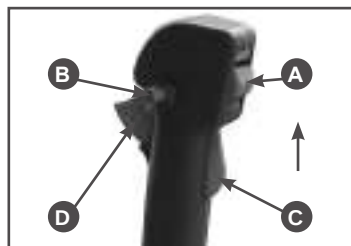

Рис. 9 Рукоятка управления
4. Установите выключатель зажигания А в верхнее положение (Рис. 9).
5. Нажмите одновременно на стопорный рычаг С и рычаг газа D. Зафиксируйте рычаг газа в нажатом состоянии кнопкой В (Рис. 9).
обходимо быстро нажать и отпустить рычаг газа D (кнопка блокировки В при этом освободится) (Рис. 9). Прогрейте двигатель в течение 30 секунд.
4. Переверните устройство свечным отверстием вниз и зафиксировав рычаг газа в нажатом состоянии кнопкой В (Рис. 9), несколько раз сильно и часто дерните за ручку стартера для удаления лишнего топлива из цилиндра.
2. Дайте двигателю поработать без нагрузки в течение 15-20 секунд, затем заглушите двигатель, установив выключатель зажигания А (Рис. 9) в положение «STOP» (ВЫКЛЮЧЕНО).